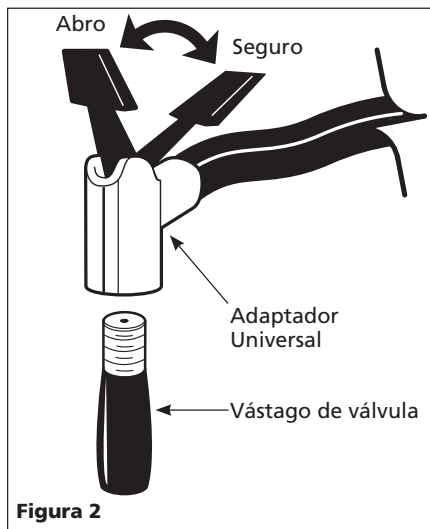

Figura 2
2. Coloque el adaptador universal (vea la Figura 2) desde el inflador hasta el vástago de la válvula con la palanca hacia arriba. Asegúrese de presionar hacia abajo completamente el adaptador universal sobre las roscas del vástago de la válvula. Cuando el adaptador universal esté firmemente en su lugar, presione la palanca de trabado hacia abajo para fijarlo sobre el vástago de la válvula.